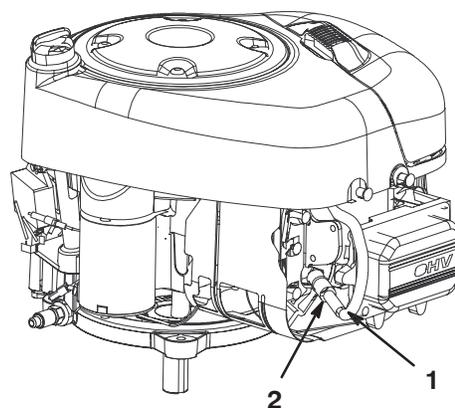

Figure 23
5. Passez sous le corps de la machine, au-dessus de la roue arrière gauche, et débranchez le fil de la bougie (Fig. 23).
3. Branchez la bougie (Fig. 23).